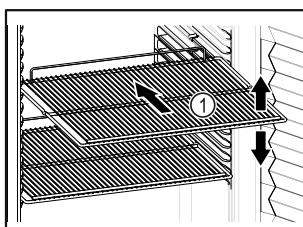

Fig. 40 Примерное изображение
- ❑ Если имеются решетчатые полки Fig. 40 (1), отрегулируйте высоту их установки.